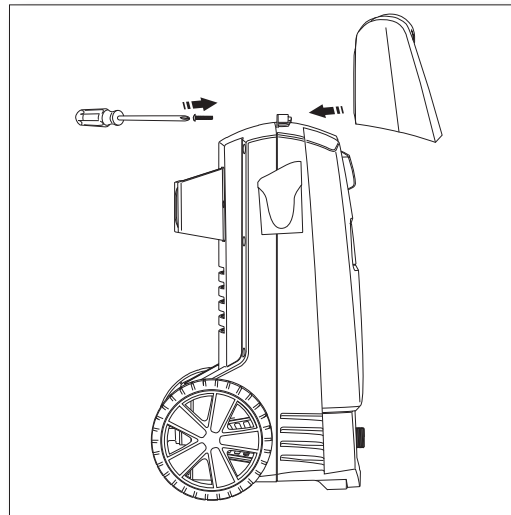

Fig. 1
- Instale la palanca de la alimentación **POWERPLAY™** POWER WASHER (**Fig. 1**). Coloque los tornillos en los orificios del **POWERPLAY™** POWER WASHER y manejar, tornillo. No use un destornillador potente. Cuando el tornillo está completamente apretado, dar un pequeño giro en sentido horario final del destornillador. No apretar en exceso.